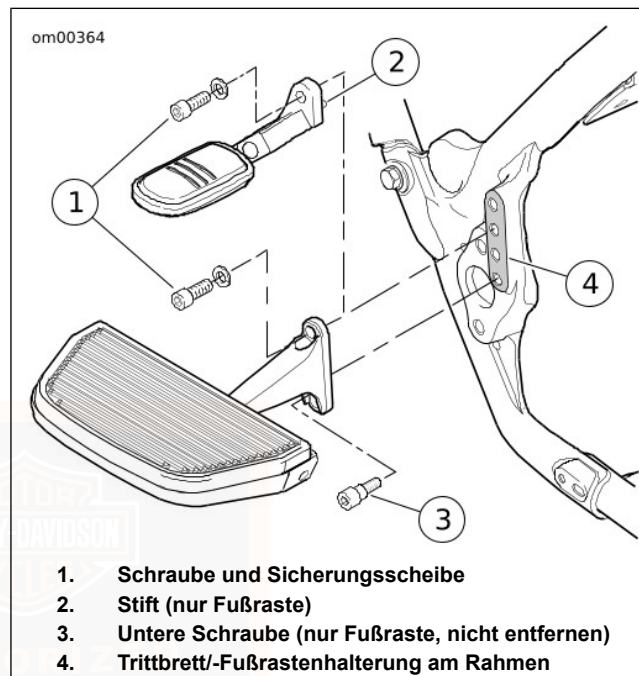

Abbildung 29. Soziustrittbretts-/Fußraste (typisch)
1. Siehe Abbildung 29. Die Innensechskantschraube mit der Sicherungsscheibe von der Oberseite der Trittbrett-/Fußrastenhalterung entfernen. Die untere Schraube nicht von den Trittbrettern entfernen.